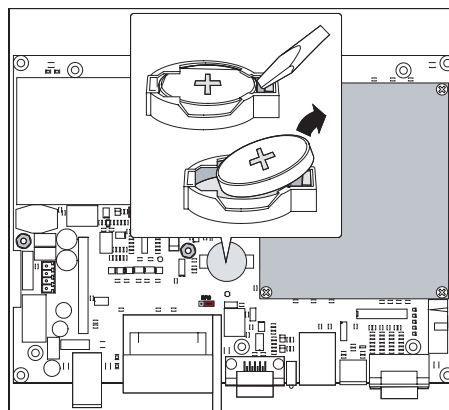

Abb. 7-3: Pufferbatterie austauschen
- 4 Setzen Sie die neue Batterie in den Sockel ein, mit "+" nach oben wie Abb. 7-3.